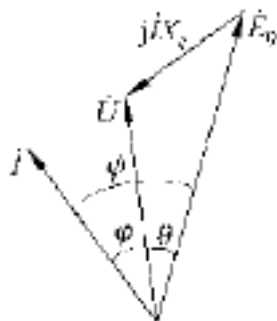

图 9.3
(1) 画出电动势相量图；
(2) 求 \underline{E}_0 ；
(3) 求 θ 。
解 (1) 电动势相量图如图 9.3 所示。
(2) 计算空载电动势 \underline{E}_0 。由